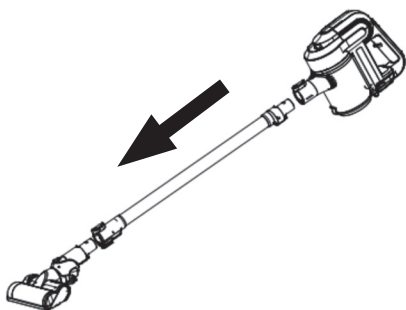

Fig.4
- El aspirador de mano o el tubo de extensión está diseñado de tal forma que permite la inserción de los siguientes accesorios: (use la combinación que más se ajuste a sus necesidades). (Fig.4).